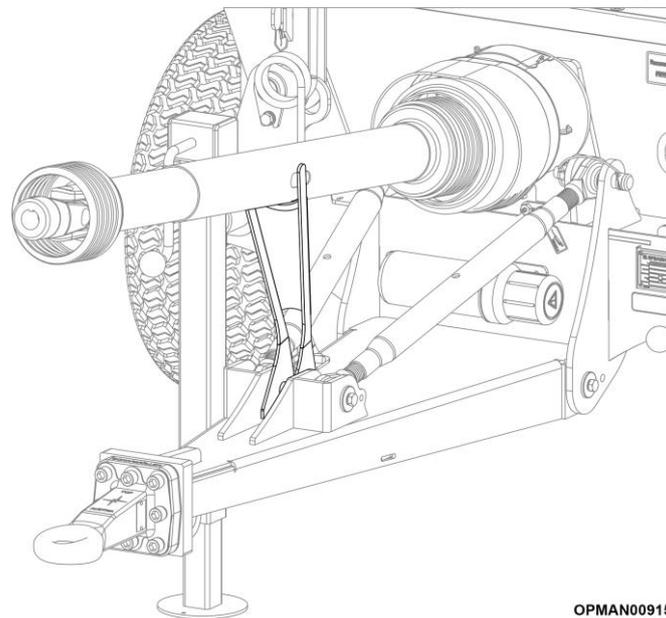

Abbildung 4.19 - Zapfwellenstützhalterung
- 4.5.1.7 Wenn die Antriebswelle nicht vollständig abgenommen werden soll, verwenden Sie die Zapfwellenstützhalterung der Maschine, um die Zapfwelle darauf abzustützen, siehe Abbildung 4.19 (nur gezogene Version). Dadurch wird sichergestellt, dass die Antriebswelle nicht verunreinigt wird.